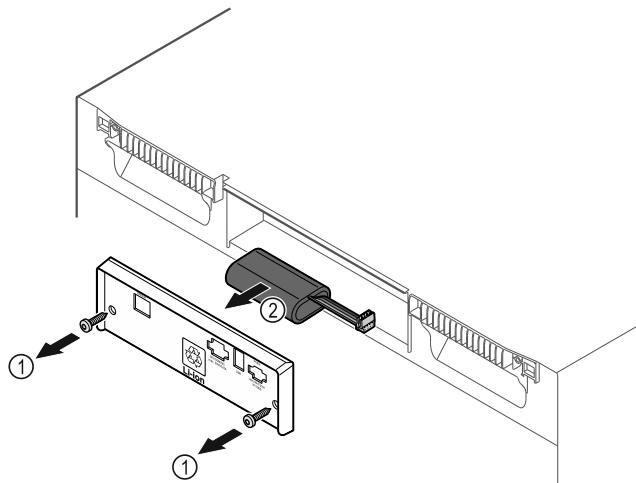

Fig. 229
- ▶ Vyskrutkujte skrutky a odstraňte kryt na zadnej strane zariadenia Fig. 229 (1).
- ▶ Odpojte a vyberte batériu Fig. 229 (2).